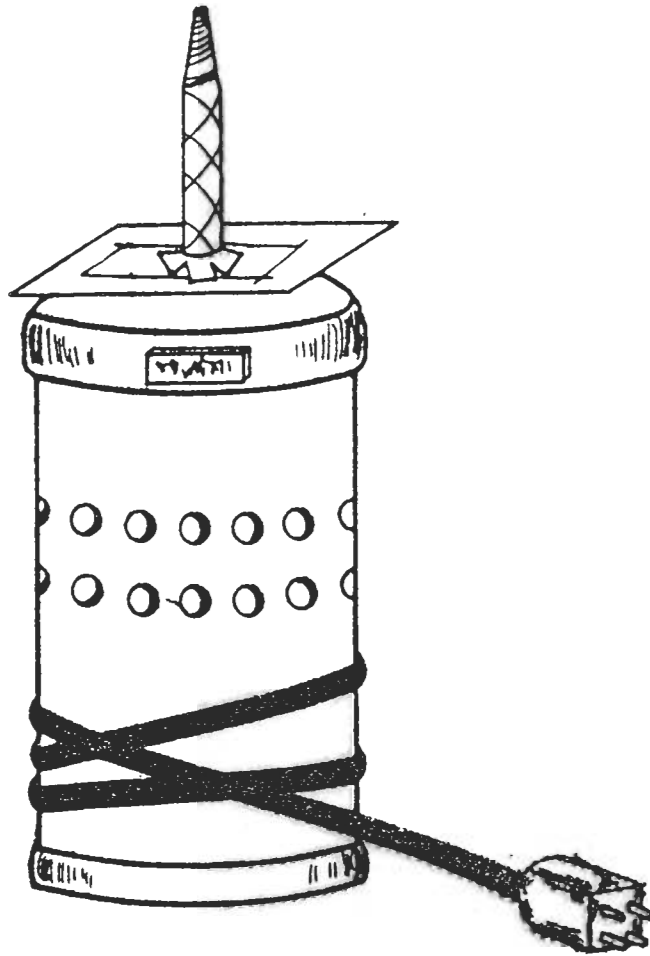

FIG. 2
4.1.1.2 Una unidad de búsqueda (lámpara) (Fig. 2) con una fuente de energía, y con un filtro que asegure una longitud de onda efectiva de $457 \pm 0,5$ nm.